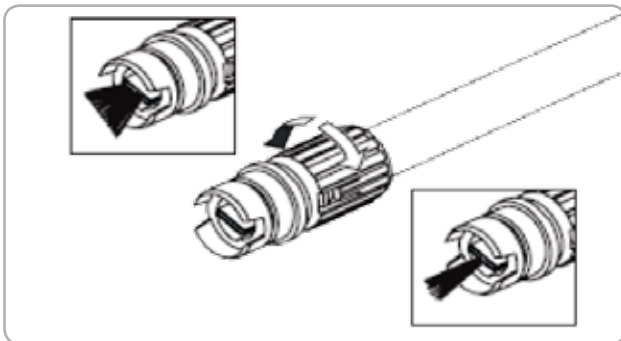

Fig.15
- Prin rotirea duzei ajustați de la jet subțire la jet de împrăștiere Fig 15.